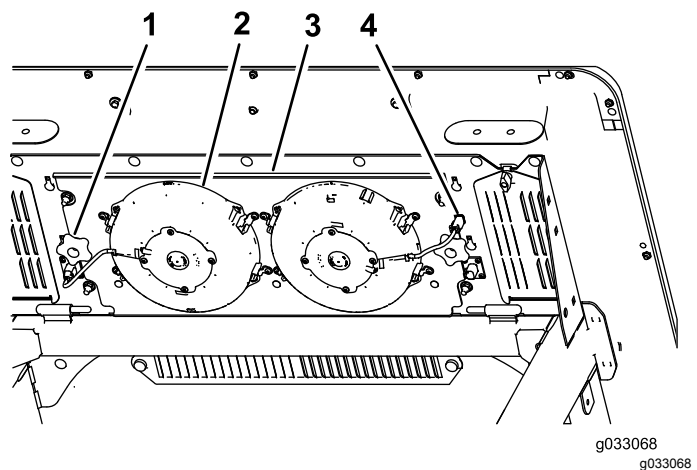

Bild 58
3. Ziehen Sie den Stecker und das Kabel für die Lüfter aus der Steckdose (Bild 58).
4. Entfernen Sie die zwei Handräder, mit denen die Lüfterplatte und die Lüfter an der Unterseite der Kabinenoberseite befestigt sind, und nehmen die Teile ab (Bild 58).